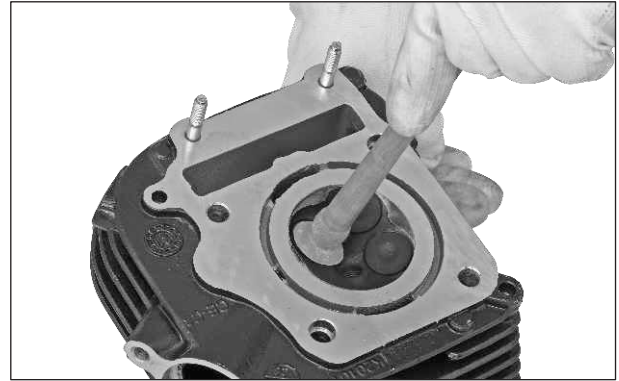

Fig. 3.77
- Sostenga la válvula con el asentador de válvulas y gire la válvula en ambos sentidos aplicando una ligera presión hasta obtener un sellado perfecto. (Fig. 3.77)